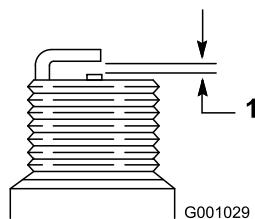

Рисунок 51
- На новой свече установите зазор между электродами, равный 0,76 мм (Рисунок 51).